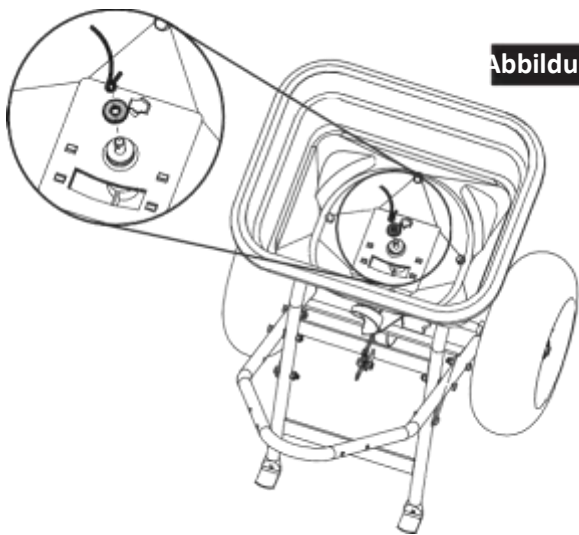

Abbildung 7
7. Befestigen Sie im Fülltrichter die Filzscheibe und das Drehwerkabel auf die Drehplattenwelle, wie in Abbildung 7 angezeigt. **HINWEIS: Achten Sie auf die Ausrichtung und den Schwung des Drehwerkabels (siehe Abbildung 7).**